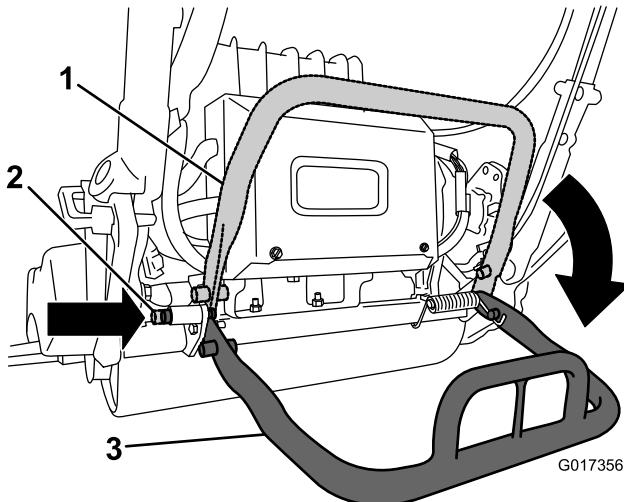

図 8
2. キックスタンドを下げる、ロッキングピンを差し込んでキックスタンドを整備位置に固定する図8。